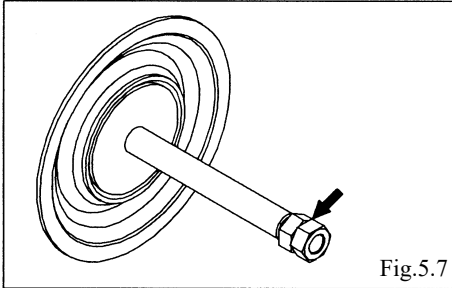

Fig.5.7
- 拆下带有双螺母的另一端的中盘（外侧），从中央连杆上取下中盘（内侧）和隔膜。〈Fig.5.7〉